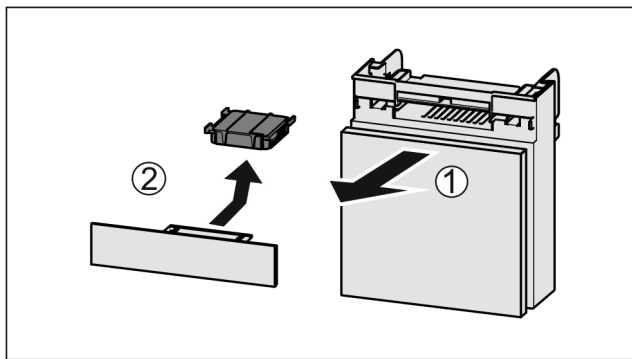

Fig. 136
- Trekk ut Fig. 136 (1) hyllen fremover.
- Ta ut Fig. 136 (2) aktivkullfilteret.